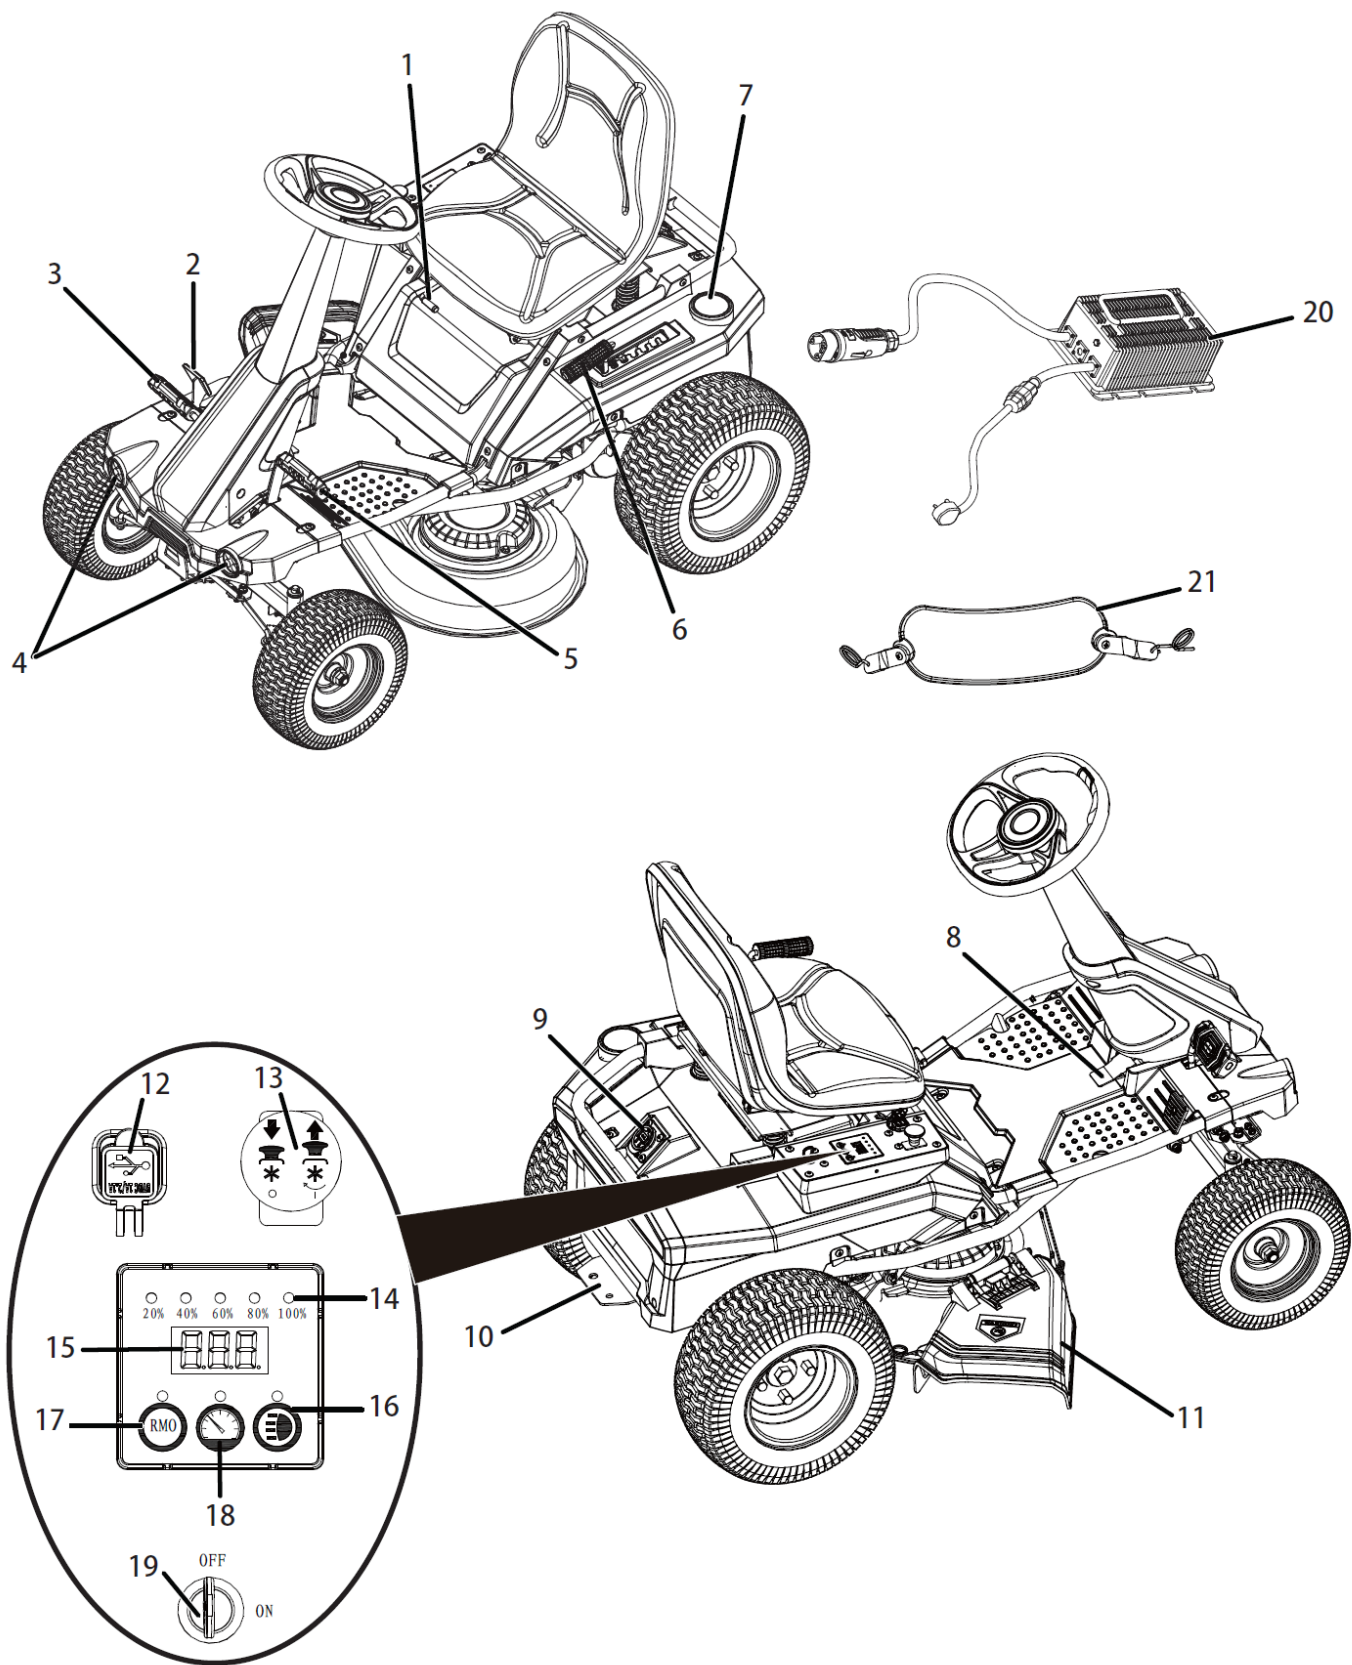

Рис. 12
6. ОСНОВНЫЕ УЗЛЫ И ОРГАНЫ УПРАВЛЕНИЯ (рис.12).